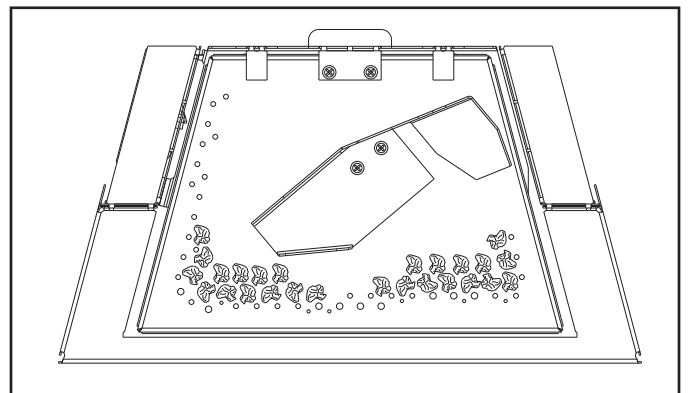

Abbildung 9.15
Bringen Sie 1,5 cm große Stücke sparsam an den Öffnungen an (s. Abb. 9.15). Blockieren Sie die Öffnungen nicht.
- Ziehen Sie die vier Verriegelungen der Glasbaugruppe aus der Nut am Glasrahmen. Bauen Sie die Glastür aus dem Gerät aus (siehe Abbildung 9.15).